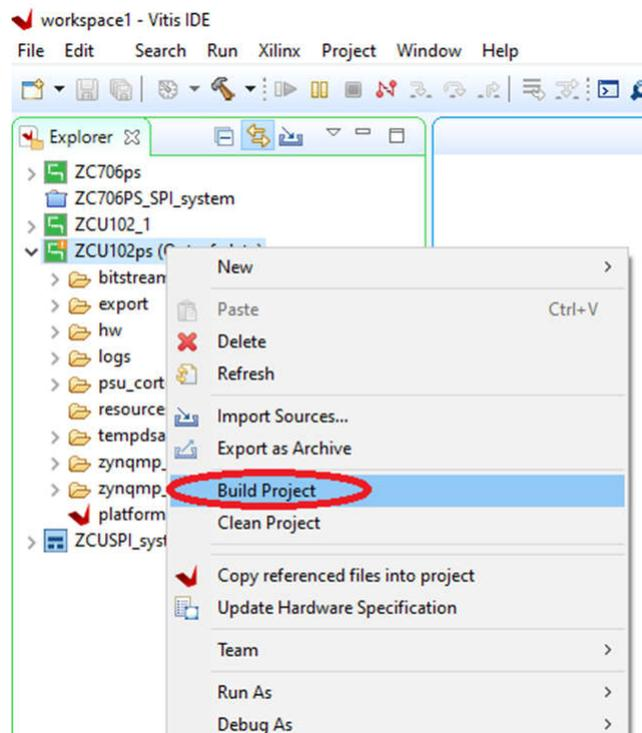

图 6-5. 构建新工程
5. 右键点击新平台工程以打开下拉菜单。点击 **Build Project** 开始构建 (请参阅图 6-5) 。这可能需要一些时间才能构建完成。